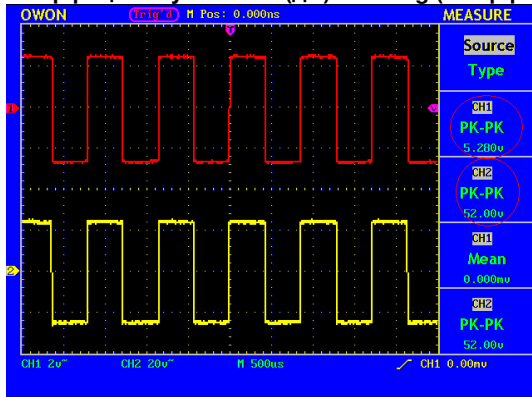

Рисунок 6.2. Осциллограмма сигнала для определения коэффициента усиления
- Прочитайте значение амплитуды сигналов канала 1 и канала 2 отображенные в меню (см. рис. 6.2).